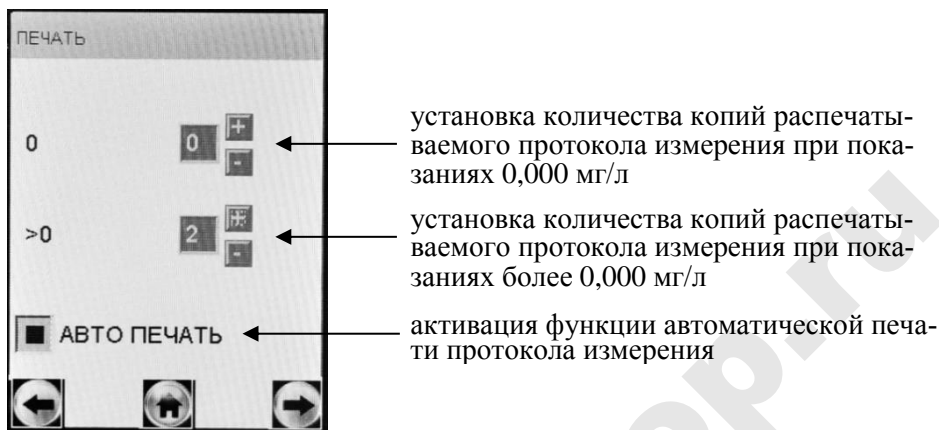

Рисунок 7 – Настройки печати
Имеется возможность устанавливать различное количество копий распечатываемого протокола измерений для двух случаев: при показаниях 0,000 мг/л, и при показаниях более 0,000 мг/л (рисунок 7).
На сенсорном экране появится окно «ПЕЧАТЬ» (рисунок 7).
2.5.4.4 Для того чтобы распечатка протокола в заданном количестве экземпляров производилась после измерения автоматически, следует активировать функцию автоматической печати «**АВТО ПЕЧАТЬ**», коснувшись стилусом квадратика (рисунок 7).